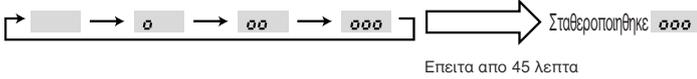

Fig. 8-3
③ Πατήστε το κουμπί **(FILTER)** (←) για να επιβεβαιώσετε τη ρύθμιση. (Fig. 8-3)